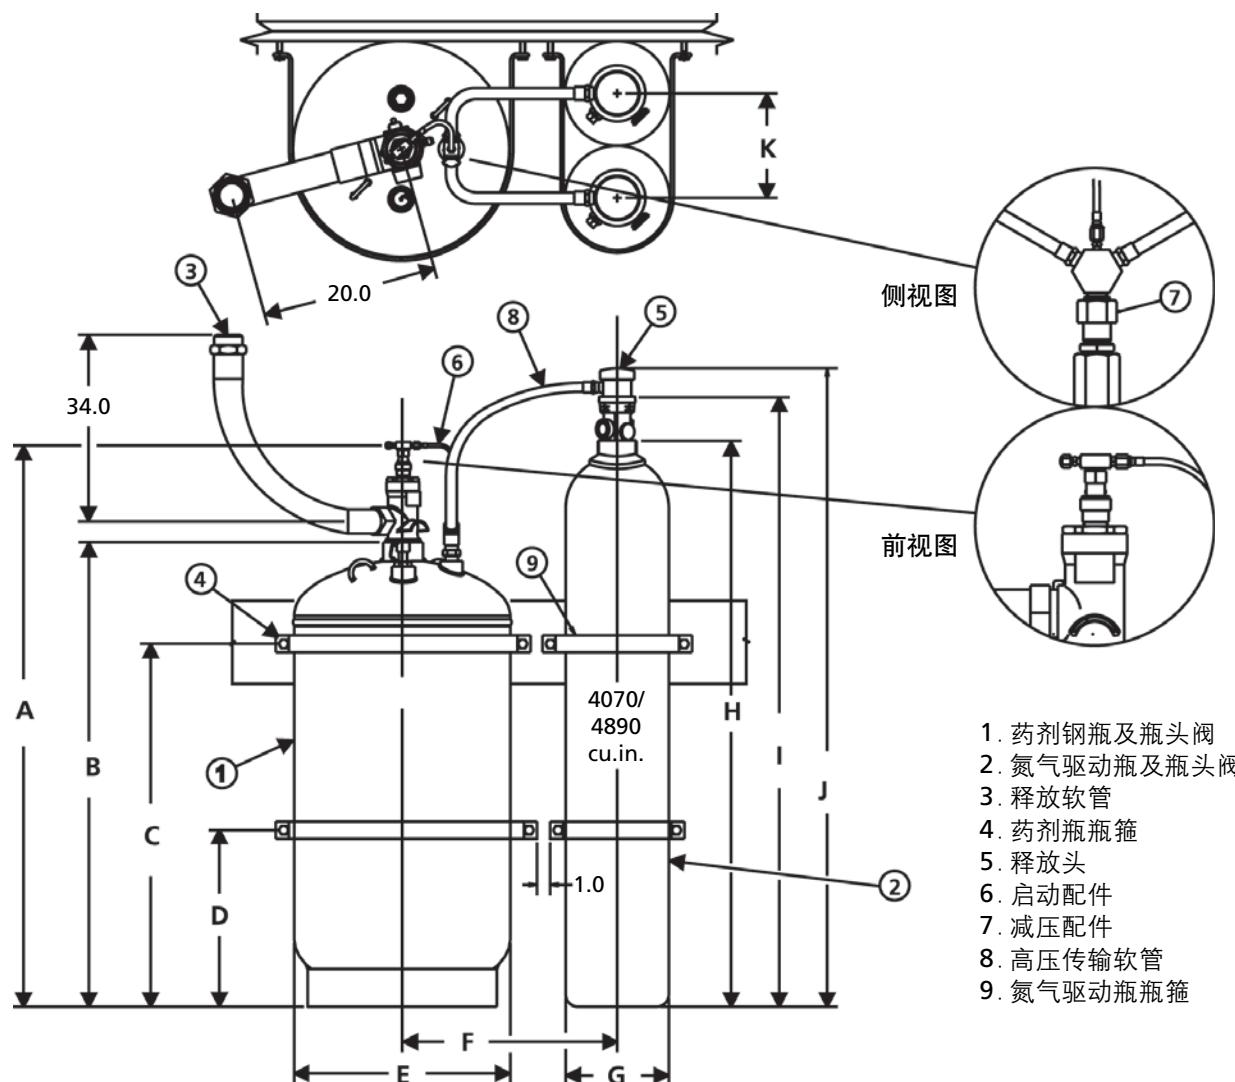

图 5-24 675 和 1010 磅 钢瓶单瓶系统安装图
1. FM-200® 钢瓶和氮气驱动瓶应安装在指定位置，并用瓶箍和支架固定。钢瓶、瓶箍和支架必须固定在结构构件上，使得 FM-200® 钢瓶足够安全（如图 5-24 和表 5-18 所示）。使瓶头阀出口成一定角度地指向系统管道。